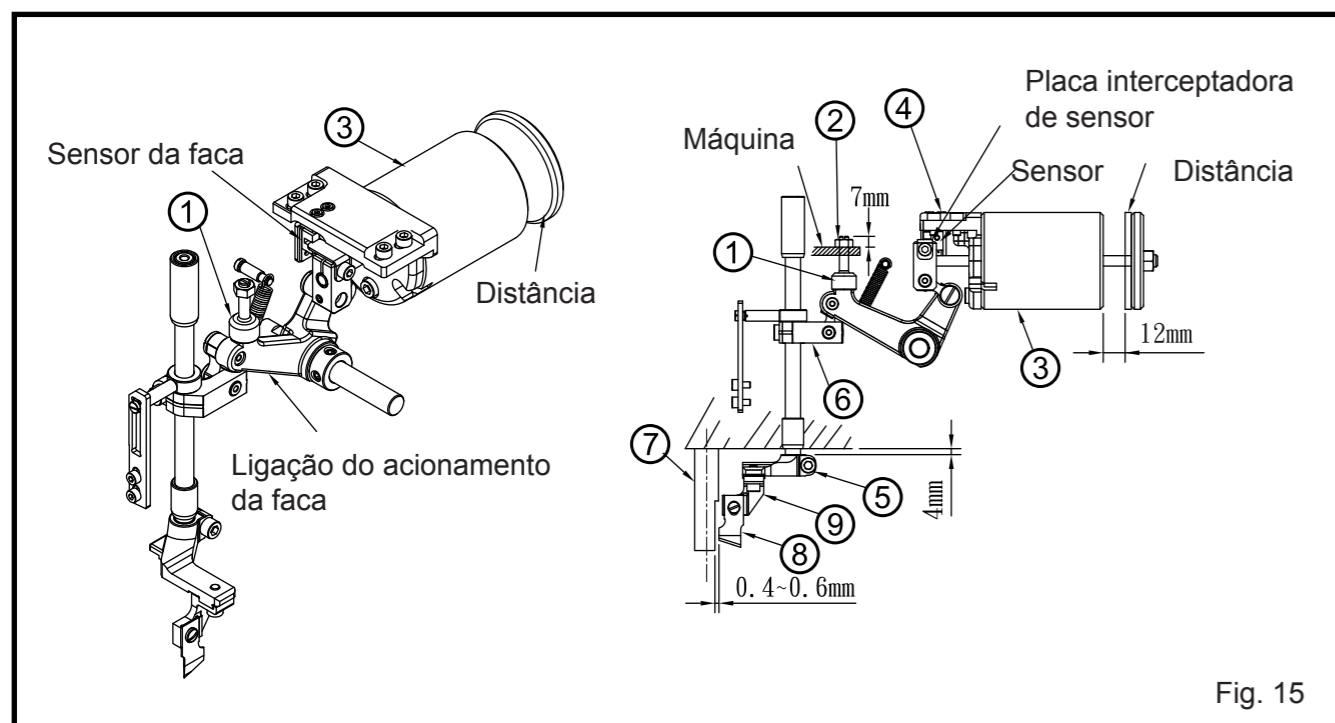

Fig. 15
1. Fixe a faca pela porca ② quando a faca voltar para o pino localizador ① e a folga da faca com a superfície em funcionamento da máquina for aproximadamente 7 mm (é o mesmo que a posição inicial). (Fig. 15)